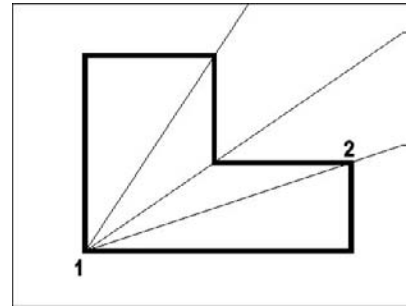

Fig.4.19
- 5 Appuyer sur Entrée pour terminer l'opération (fig.4.19).